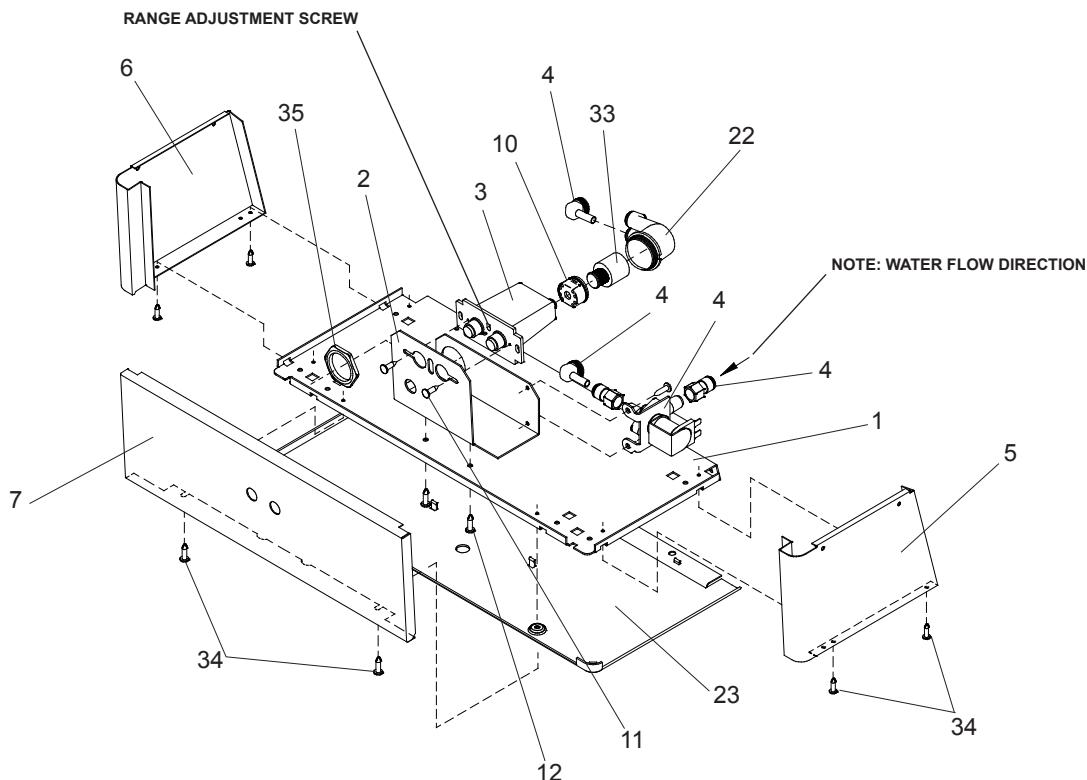

FIG. 3
- Using a small tip screwdriver, rotate range adjustment screw clockwise to increase range and counter-clockwise to decrease range. (See Fig. 3).
- À l'aide d'un petit tournevis, vissez la vis de réglage de la plage dans le sens des aiguilles d'une montre pour l'augmenter ou dans le sens contraire des aiguilles d'une montre pour la diminuer. (Voir fig. 3).